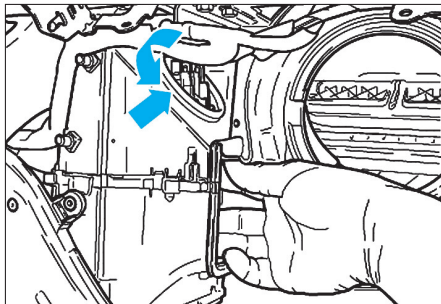

FIG. 27
- Passer la main dans l'appareil de chauffage et tourner la résistance série de soufflante d'air frais (flèche) vers la gauche dans le sens de la flèche, puis l'extraire par le haut (Fig.27).